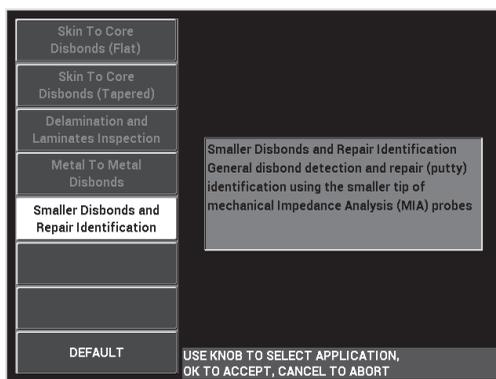

Figura 6-23 Aplicación Pérdidas de adherencia más pequeñas e identificación de reparación
3. Seleccione la aplicación **Pérdidas de adherencia más pequeñas y reparación de identificación**, después pulse la tecla Confirmación/Enter (✓) para confirmar la selección. Ver la Figura 6-23 en la página 153.